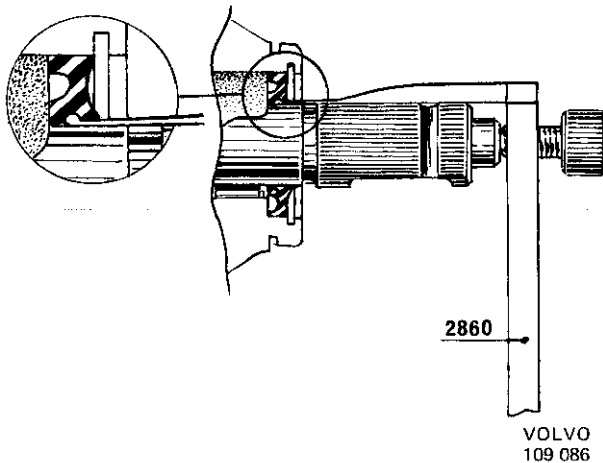

Abb. 92 Ausbau des Wellendichtringes, Schneckenwelle
3. Den Innenauszieher 2860 vorsichtig in den Dichtring einführen. Schraube auf der Werkzeugspindel drehen (Abb. 92), bis der Dichtring aus dem Lenkgehäuse herausgezogen ist. Bleibt der Dichtring in der Nut für den Sicherungsring hängen, kann das Werkzeug etwas seitlich hin und her bewegt werden.